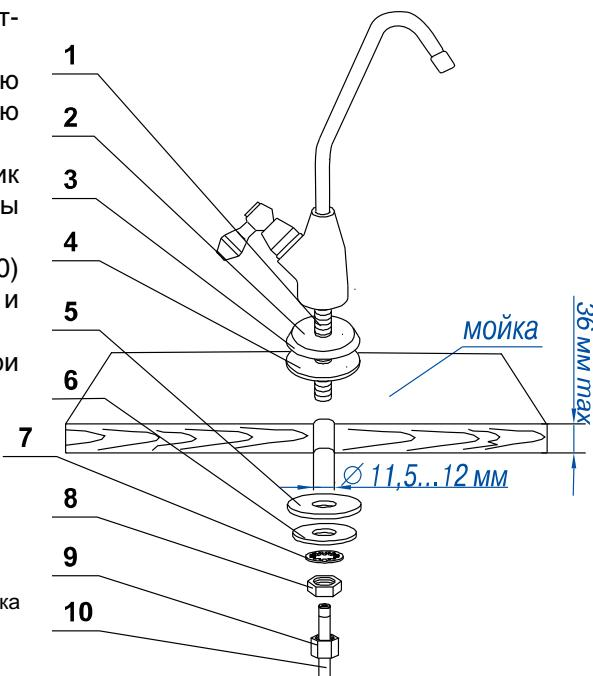

Рисунок 4. Кран для чистой воды
| 3.2. К крану для чистой воды с запрессованной латунной втулкой (1 м) (Рис. 4, поз. 10) | 1 шт. |
| 8. Кран для чистой воды (Рис. 4) | 1 компл. |
5.2 Установка крана для чистой воды (Рис. 4)
- Наденьте на резьбовой хвостовик (1) крана резиновую прокладку (2), декоративную подставку (3), резиновую прокладку (4) и вставьте кран в отверстие мойки.
- Снизу столешницы наденьте на резьбовой хвостовик пластиковую (5) и металлическую стопорную (6) шайбы и наверните крепежную гайку (7).
- В резьбовой хвостовик крана (1) вставьте трубку (10) концом с запрессованной металлической втулкой (8) и наверните накидную гайку (9) до упора;
- Проверьте прочность закрепления трубы (10). При усилии 8–10 кгс трубка (10) не должна вытаскиваться.